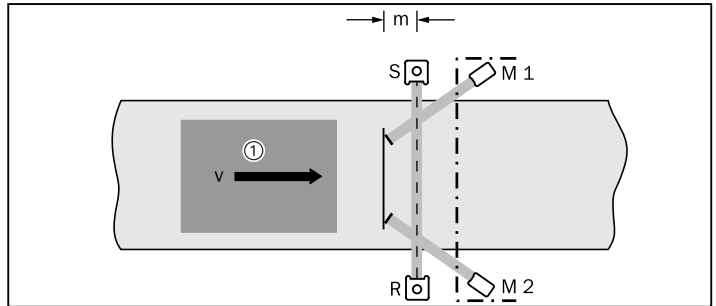

Bild 3-4: Avståndet mellan registreringslinjen och muting-sensornerna.
① = pall      ② = Material      ③ = muting-sensor      ④ = transportnivå
4. Då utvärderingen av sensorsignalerna tar en viss tid, får inte materialet inte registreras för nära ljusstrålarna. Därför måste ett visst minimiavstånd hållas (se Bild 3-4).